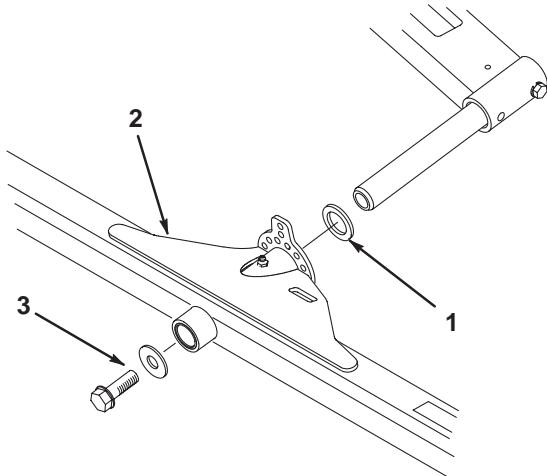

図10
1. 昇降アームのピボット・ロッドにスラストワッシャを通す(図10)。
2. ピボット・ロッドに、カッティングユニットのキャリアフレームを取り付け、平ワッシャとフランジヘッド・キャップスクリュで固定する(図10)。